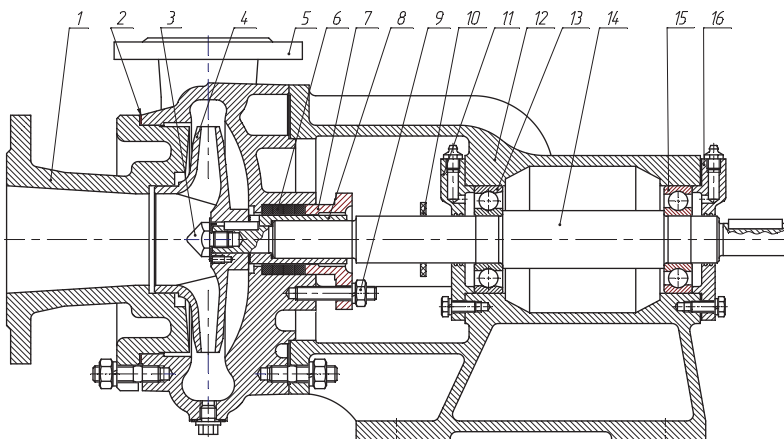

Рисунок 1. Насос консольный типа 1К и К с сальниковым уплотнением
2.2.4 Убедиться, что вал насоса вращается без заеданий (при опробовании в насосной части не должно быть посторонних предметов, льда и т.п.; затяжку болтов крышки сальника (рис.1 поз.9) при проверке ослабить).